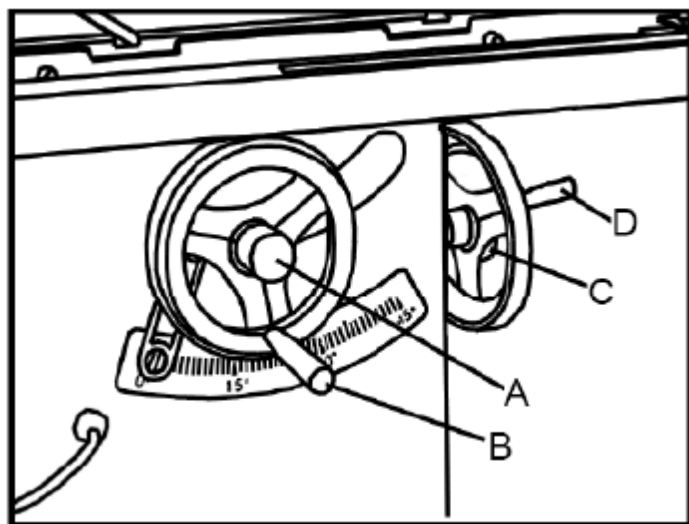

Рис. 22
Для подъёма или опускания диска ослабить фиксирующую рукоятку (А), рис. 22., и повернуть маховик подъёма (В). После получения требуемой высоты вновь затянуть рукоятку фиксации. Диск следует поднимать на 4...8 мм над верхней поверхностью распиливаемого материала. При дисковой пиле с вогнутым торцом диск поднимается на максимальную высоту для обеспечения зазора для стружки. Для наклона диска ослабить рукоятку фиксации (С) и повернуть маховик наклона (D). После получения требуемого угла вновь затянуть рукоятку фиксации, рис. 22.